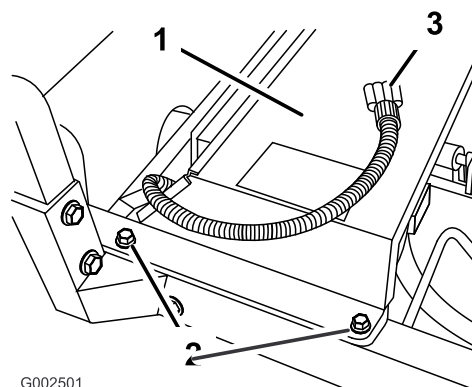

Figura 18
2. Installate il gruppo copri-radiatore sopra il radiatore del veicolo (Figura 18).